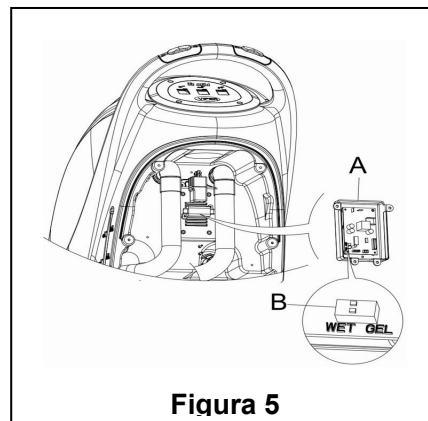

Figura 5
2. Scoateți furtunul de scurgere (15)
4. Scoateți capacul panoului de comandă (5), și șuruburile capacului bateriei (10). Scoateți șuruburile de pe panoul de comandă. Comutatorul DIP (B) pentru stabilirea modelului de baterie poate fi văzut sub plăcuța panoului de comandă (PCB) (Vedeți Figura 5)
5. Puneți comutatorul DIP (B) pe poziția "WET",